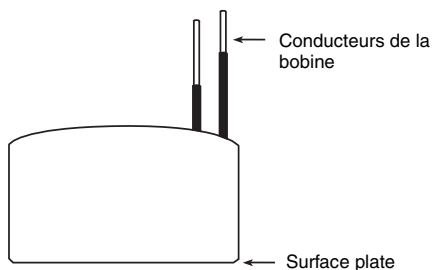

Figure 5 : Assemblage de bobine et noyau
6. Poser le couvercle du boîtier de l'aimant et l'assemblage de la bobine, avec la surface plate de la bobine tournée vers le bas. Voir la figure 5 .
7. Retirer les trois vis d'assemblage à tête hexagonale (W) du centre du couvercle du boîtier de l'aimant. Retirer le cache-borne et le couvercle du boîtier de l'aimant.
10. Placer la bobine et le noyau de bobine neufs de sorte que l'arrière de la bobine soit horizontal, ses conducteurs s'étendant verticalement. Voir la figure 5 .
12. Replacer le cache-borne et le fixer avec trois vis d'assemblage à tête hexagonale (W).
14. À l'aide de six vis d'assemblage à tête hexagonale (V), replacer le couvercle du boîtier de l'aimant et l'assemblage bobine-noyau dans le boîtier.